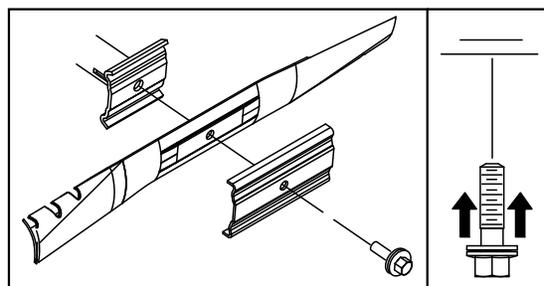

Figure 22
5. Montez une lame neuve (tournez le boulon de la lame dans le sens horaire) et toutes les fixations (Figure 22).